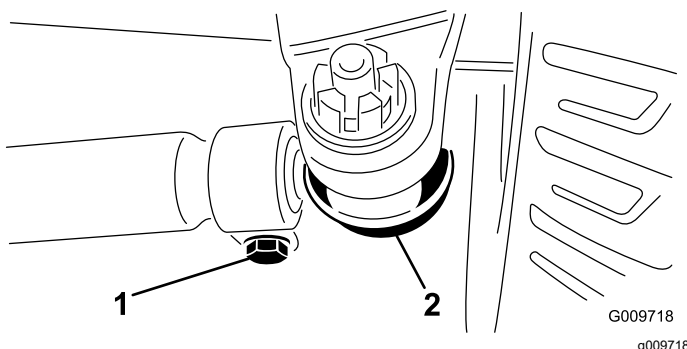

Figura 61
2. Para ajustar, retire la chaveta y la tuerca de cualquiera de las articulaciones esféricas de la biela (Figura 61). Retire la rótula de la biela del soporte del cojinete del eje.
3. Afloje las abrazaderas en ambos extremos de las bielas (Figura 61).